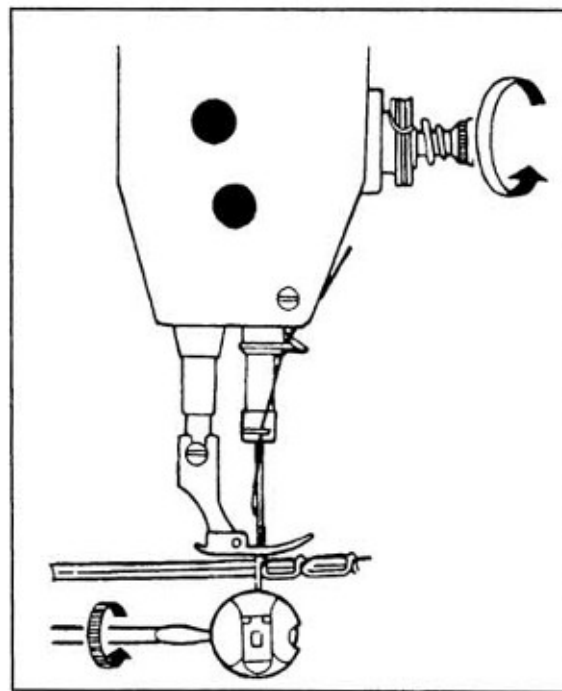

图 16
(1) 如果面线太紧, 底线太松, 则应逆时针旋转夹线螺母, 放松面线的压力, 或用小号螺钉起子, 旋紧梭皮螺钉, 加大底线的压力。(图 16)
(2) 如果面线太松, 底线太紧, 则应顺时针旋转夹线螺母, 以加大面线的压力或用小号螺钉起子, 旋松梭皮螺钉, 减少底线的压力。
(3) 如出现图 d, e 的线迹, 也可以参照上述方法加以调节。